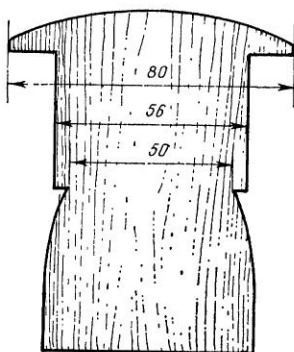
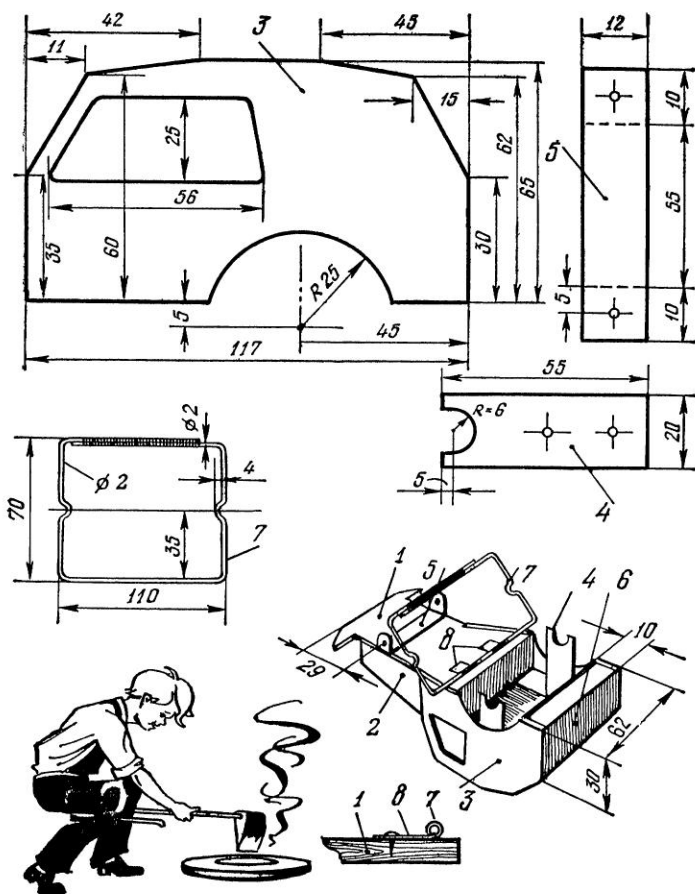

**Рис. 51.** Автомобиль-вездеход:
Рис. 54. Боковые стенки вездехода и рама резиномотора:
Работу над конструкцией модели (рис. 51) начинают, как обычно, с рамы (рис. 52), выпиленной из фанеры толщиной 4—5 мм. Капот мотора (рис. 53) делают из липового (осинового) бруска и наклеивают на раму, чтобы боковые вырезы у капота и рамы (2 и 1) совпали. К бокам капота приклеивают по согнутой в виде гармошки картонной полоске (3). Решетку радиатора имитируют наклейкой пяти узких полосок (4) или нарезкой такого же количества канавок. Боковые стенки кузова (5) вырезают в соответствии с чертежом (рис. 54) из фанеры толщиной 3 мм. К ним с внутренних сторон прибивают гвоздиками вырезанные из жести подшипники.